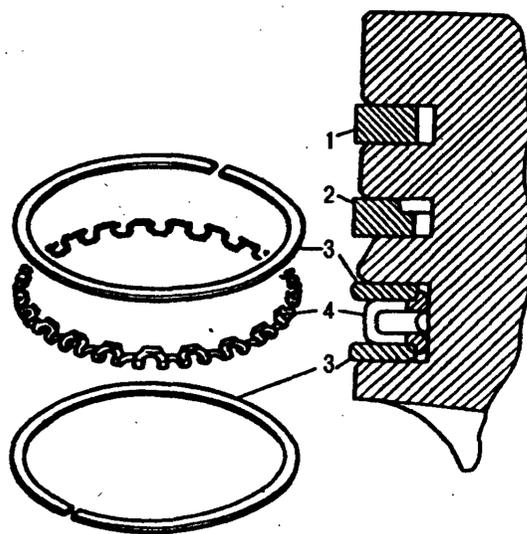

Рис. 6.5. Поршневые кольца: 1 - верхнее компрессионное кольцо; 2 - нижнее компрессионное кольцо; 3 - кольцевой диск; 4 - расширитель
**Поршневые кольца.** Компрессионные кольца отлиты из чугуна. Верхнее кольцо 1 (рис. 6.5) имеет бочкообразную рабочую поверхность для улучшения приработки и покрытую слоем пористого хрома; рабочая поверхность нижнего кольца 2 покрыта слоем олова или имеет фосфатное покрытие всей поверхности. На внутренней поверхности нижнего